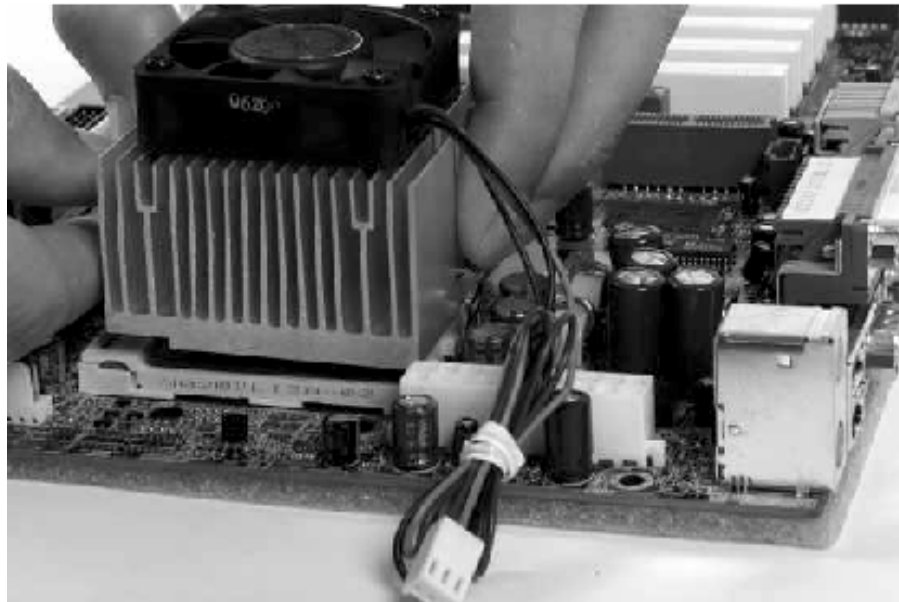

Abbildung 12: Der richtige Weg zum Aufsetzen des Kühlkörpers auf den Prozessor
12. Abbildung 12 zeigt den ersten Schritt bei der Installation des Kühlkörpers. Der Kühlkörper muß so auf den Prozessor gesetzt werden, daß das kurze Ende des Haltebügels in die mittlere Zunge unten am Sockel eingreift. Zur Befestigung des Haltebügels an der Zunge sollte nur Fingerdruck erforderlich sein.